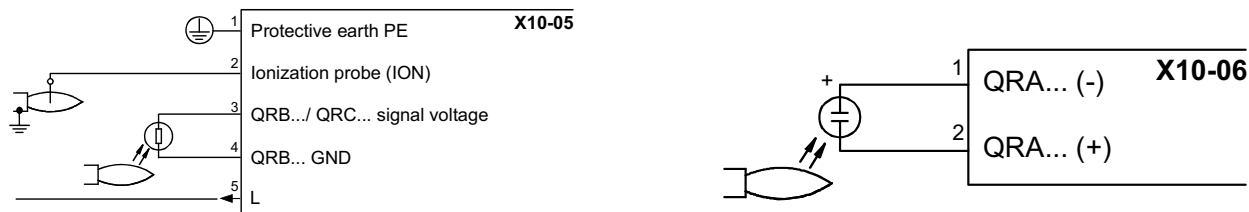

Рис. 37
- Проверить и аккуратно почистить фотозлемент улавливания пламени и, если необходимо, заменить его. В случае возникновения сомнения, проверить контрольный контур, после того, как горелка будет вновь запущена, согласно схеме на Рис. 37;